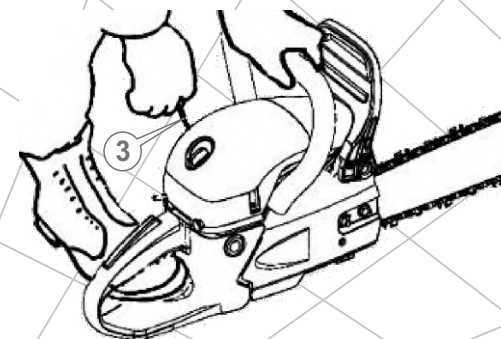
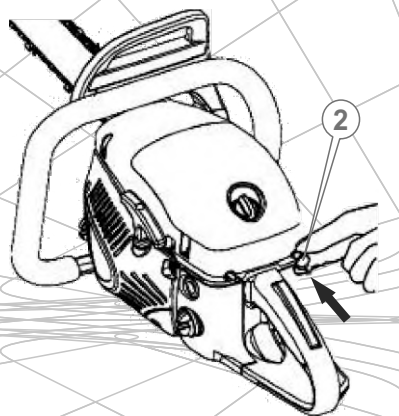

Рис. 17
Рис. 19
6. Установите бензопилу на ровной поверхности. Удерживайте изделие, как показано на рисунке (см. рис. 17).
- Приведите в действие стартер двигателя: вначале осторожно потяните на себя рукоятку стартера (3) (см. рис. 17), пока не ощутите сопротивление. Ощувив сопротивление, верните рукоятку в исходное положение, а затем резко потяните на себя рукоятку стартера. Проведите данную процедуру 2-3 раза, пока двигатель не начнет «схватывать». Как только двигатель начнет «схватывать», остановите процесс запуска бензопилы и сразу же откройте воздушную заслонку карбюратора, установив ручку заслонки в исходное положение (см. рис. 19).